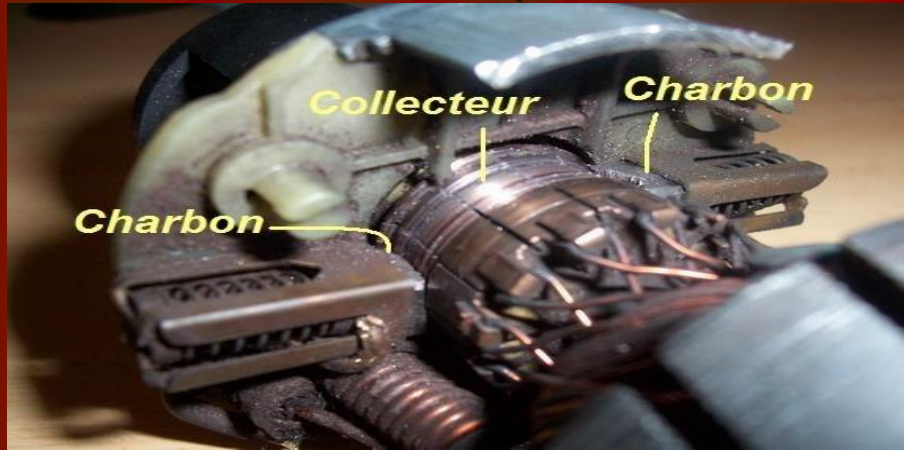

Fig.14: Charbons et collecteur d'un moteur à courant continu
- Le collecteur ( Fig. 14) qui appartient au rotor est un ensemble de plages métalliques qui font contact avec les charbons.